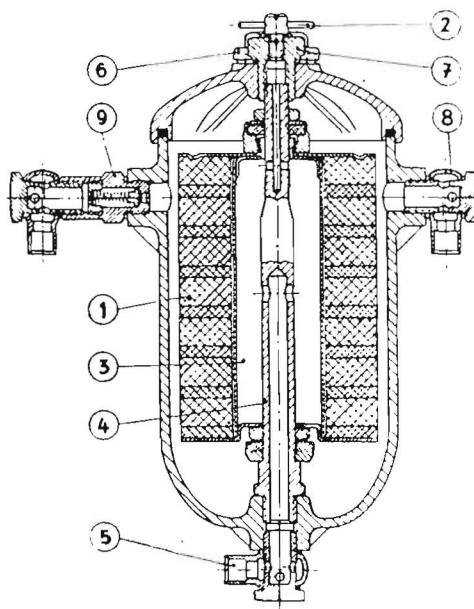

Bild 13 Kraftstofffilter
3.5 Kraftstofffilter (Bild 13)
3. Nach Entfernen der Mutter (7) (Bild 13) kann der Deckel abgenommen werden.